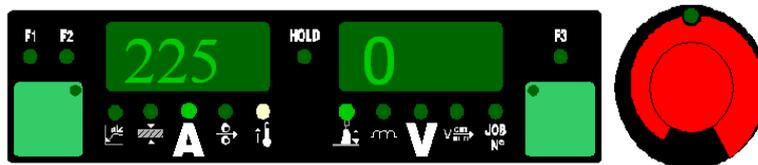

图29-6 焊接电流设定
(5) 设定合适的焊接电流(或送丝速度)，设置方式见图29-6。